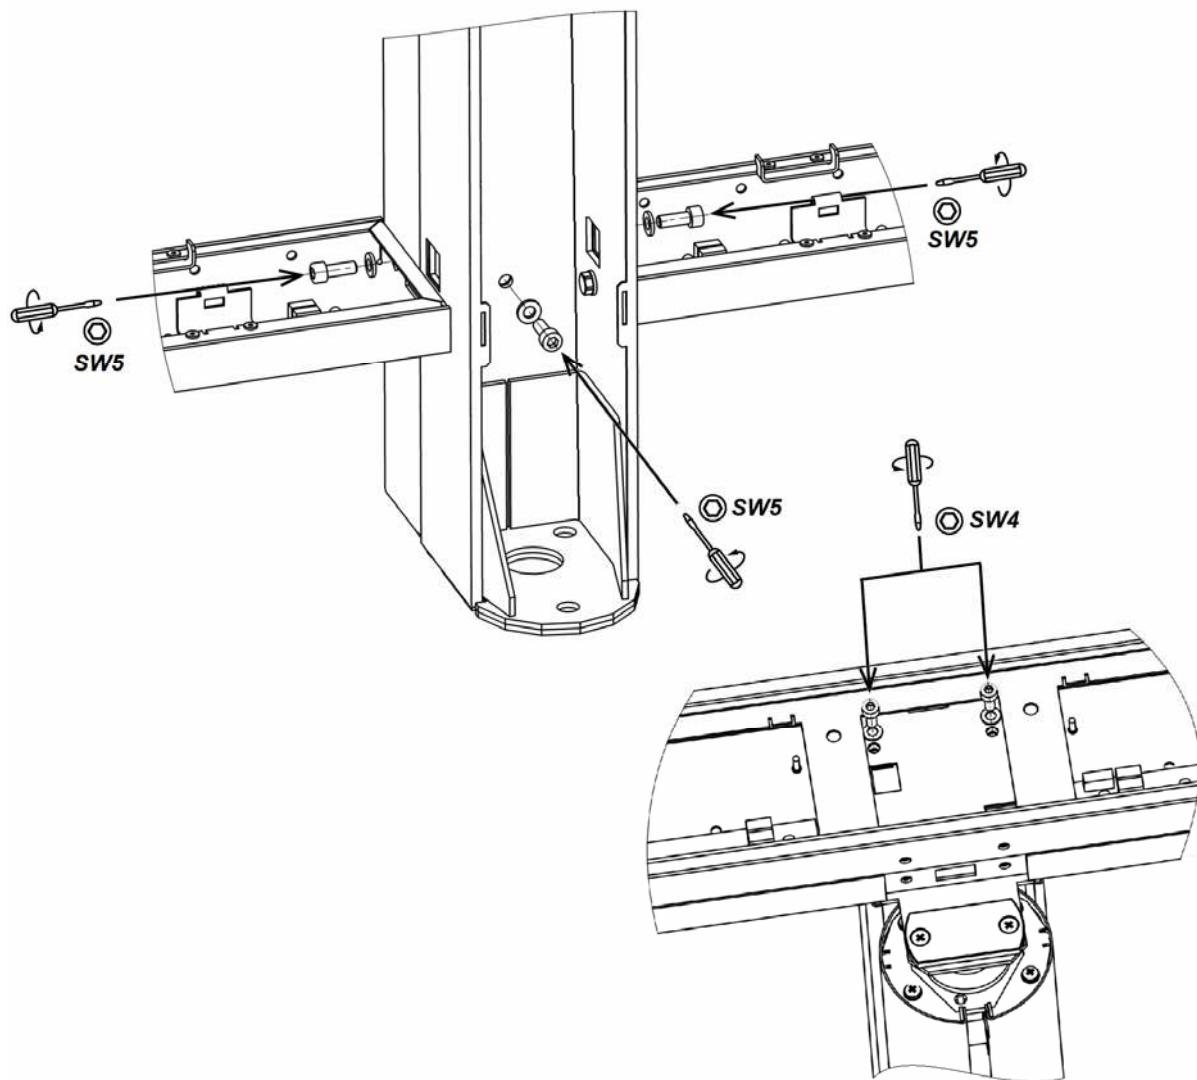

Рисунок 28. Демонтаж задней панели центральной стойки
1. Снимите крышку секции (10) (см. разд. 8.9.6) и две защитные пластины.
2. Снимите блок индикации на центральной стойке (3) (см. разд. 8.9.5).
3. Снимите кожух створки (4) (см. разд. 8.9.4).
4. Снимите кожух центральной стойки (5) (см. разд. 8.9.1).
5. Снимите обе крышки нижнего короба (14) (см. разд. 0).
6. Для секции **PERCo-ST-01**: Снимите заднюю панель центральной стойки (6). Для этого открутите 2 винта M6×16 (под шестигранный ключ SW5) в нижних коробах, один винт M6×16 (под шестигранный ключ SW5) в нижней части центральной стойки и два винта M5×12 (под шестигранный ключ SW4) в верхнем коробе (см. рис. 28).